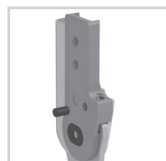

Fig. 20
- 8 Skyv gjengestiftsikringen inn i hullet igjen fra baksiden (fig. 20).